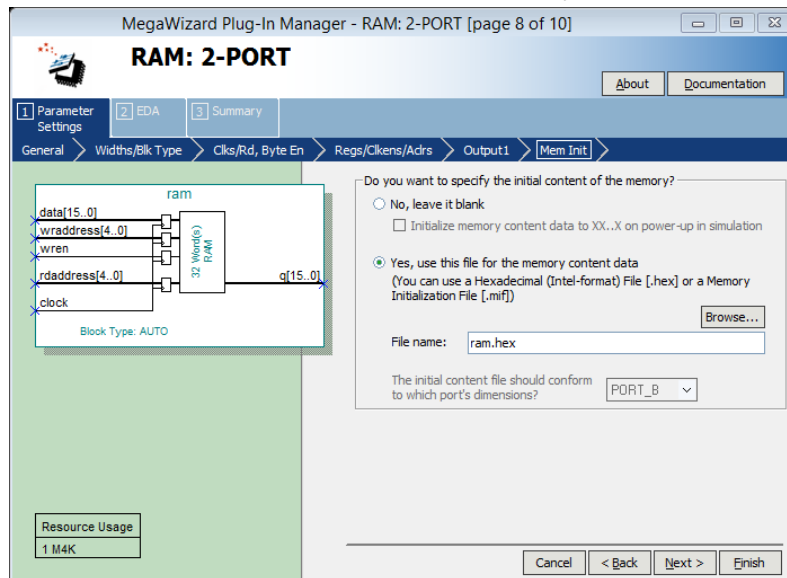

Рис. 21. Восьма сторінка налаштувань
2.2.7. На 8 сторінці (**Mem Init**) (рис. 21) оберіть **Yes**, щоб вказати файл ініціалізації блоку пам'яті. Після того, як поле стало доступним, вписується ім'я файлу: **ram.hex**. Цей файл буде створено пізніше, але вказати його ім'я можна і на даному етапі. Натисніть **Next**.